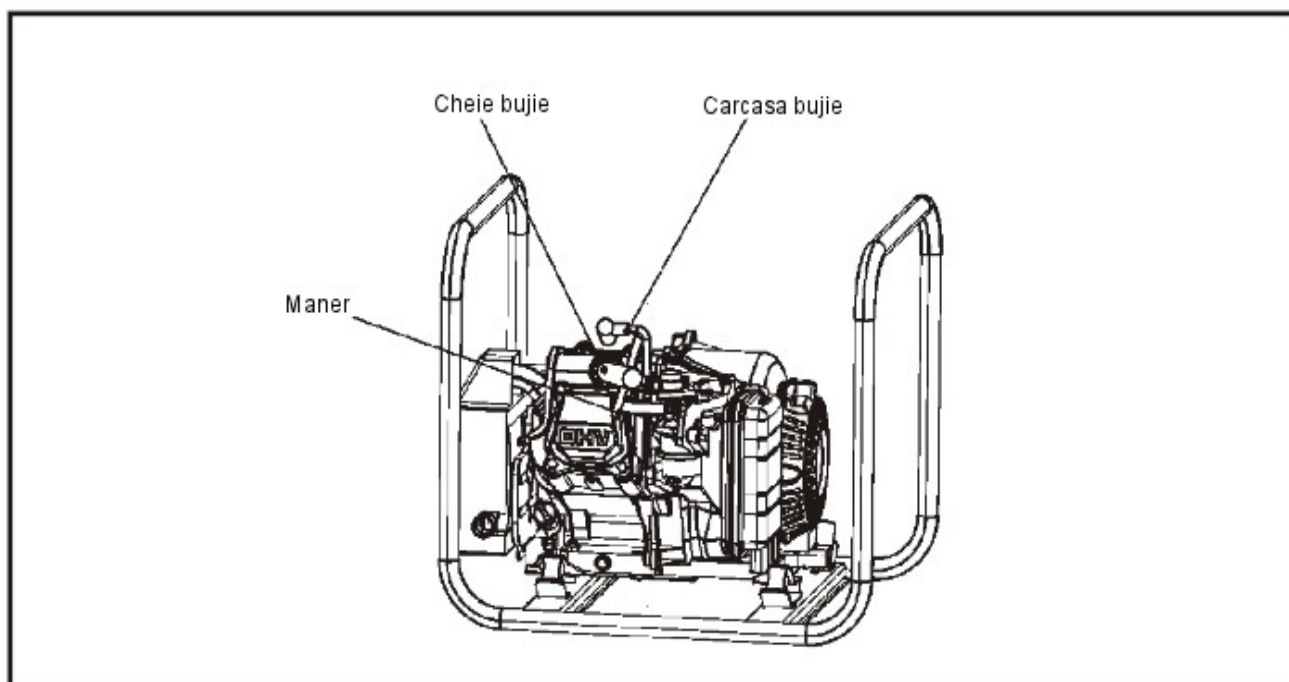

Fig. 7 - Indepartarea bujiei
4. Intretinerea bujiei (a se vedea Fig. 7)